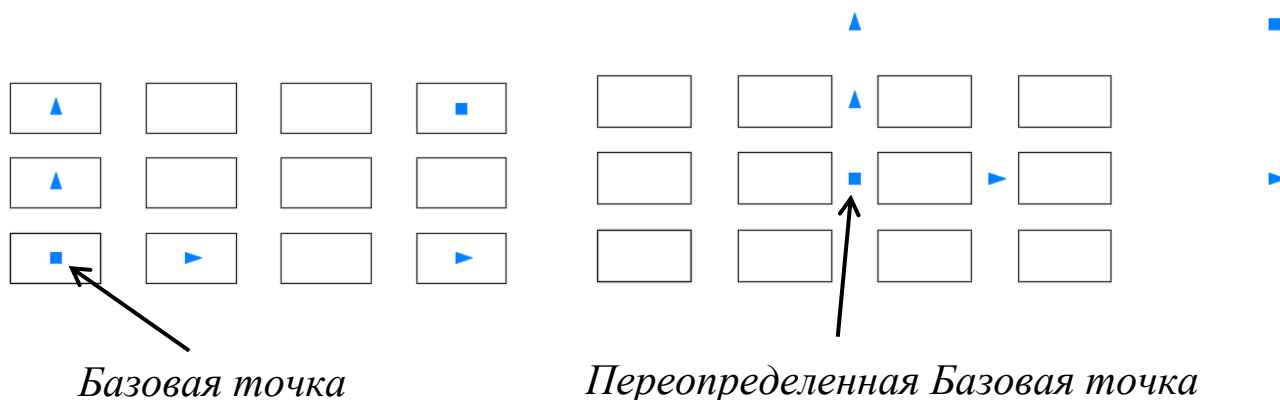

Рис. 7. Опция *Базовая точка*
2) «Базовая точка» – определяет местоположение базовой точки прямоугольного массива и ручки базовой точки. По умолчанию в качестве базовой точки прямоугольного массива принимается центр прямоугольника, описанного вокруг копируемых объектов (рис. 7).